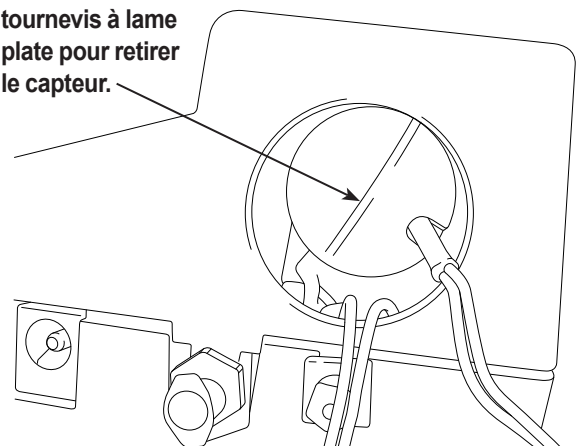

Figure 15
- Déplacer le bouchon et le harnais de côté. Tenez le câble du capteur et utilisez un tournevis à lame plate pour dévisser et retirer le capteur d'oxygène. Voir la figure 15.